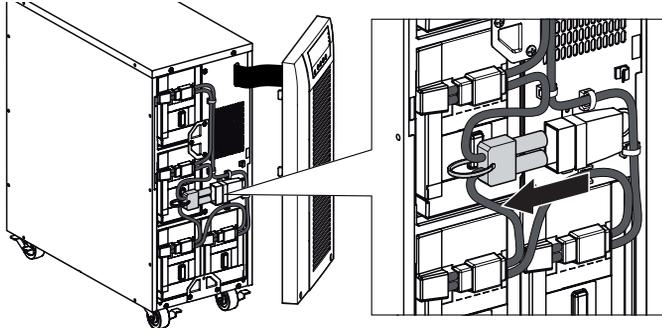

Figura 28. Scollegare le batterie interne dell'UPS.
Se occorre trasportare l'UPS, dopo aver verificato che l'UPS sia spento e scollegato dalla presa di alimentazione, disconnettere il connettore della batteria interna dell'UPS (vedere *Figura 28* a pagina 28).
2. Scollegare il connettore della batteria interna (vedere Figura 28).